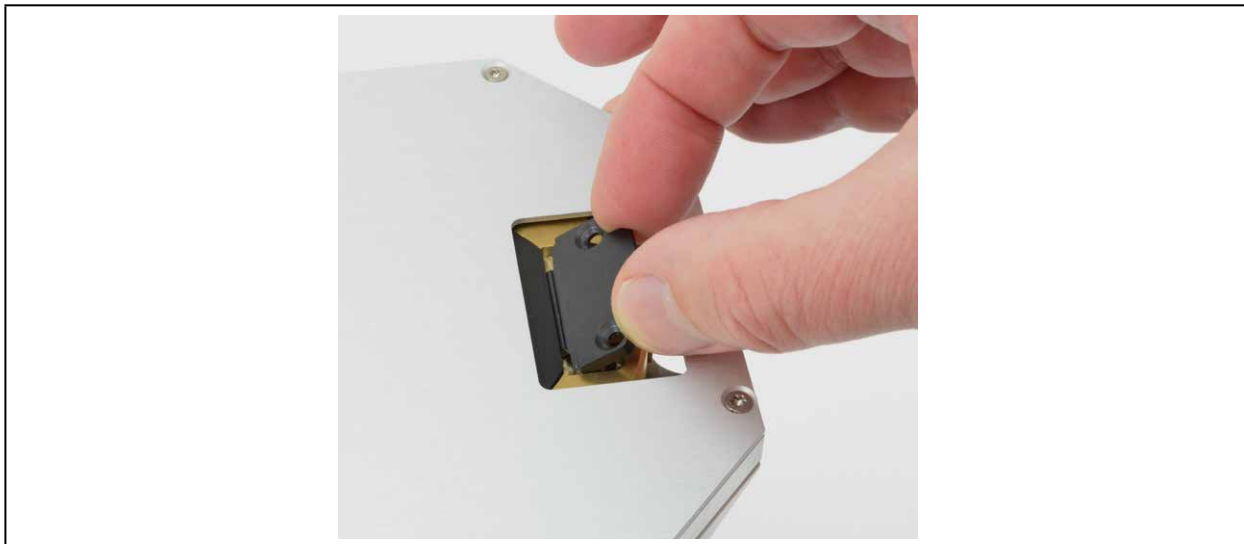

Abb. 14.5: Halteblech einsetzen
9. Setzen Sie das Halteblech mit der Führungsnut nach oben zeigend unter etwa 45 Grad mit kleinen Auf- und Ab-Bewegungen in die Rotationsscheibe ein und drücken es dann nach unten in die Aussparung (siehe Abb. 14.5).